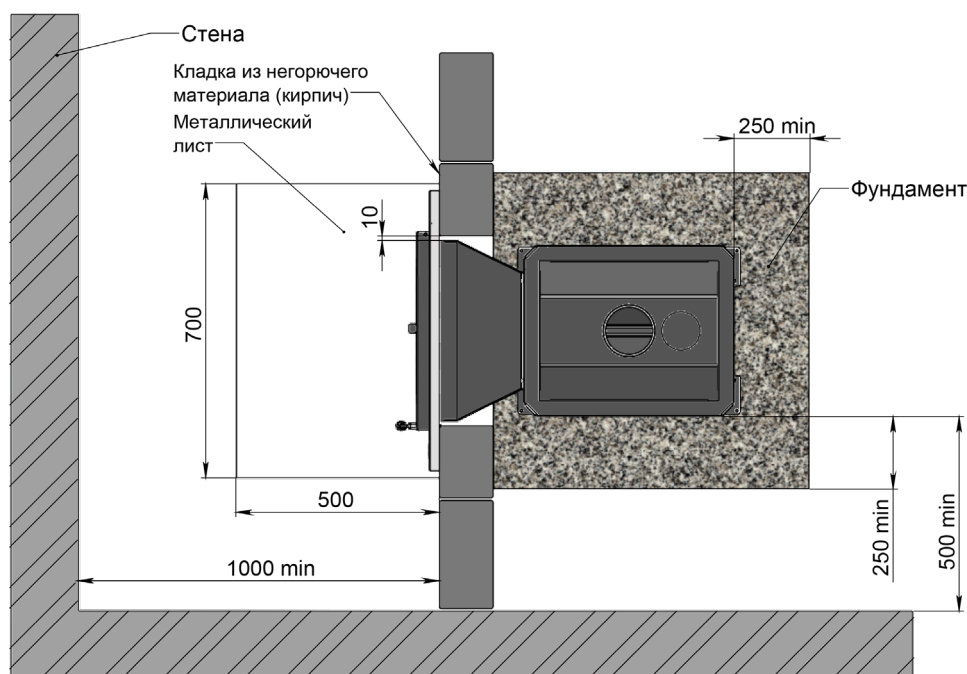

Рис. 3 Схема установки печи **CONVECT** (вид сверху)
Передняя и боковая поверхность печи могут располагаться на расстоянии не менее 50 мм от стены, сделанной из негорючих материалов (рисунок 3).
2. Установить печь со стороны парильного помещения так, чтобы топливный канал прошел сквозь отверстие, предусмотренное в стене (рис. 3, 4).